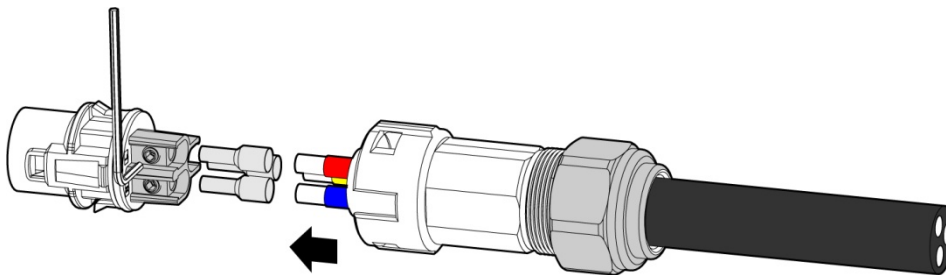

Figura3-25 Conecte o fio de saída CA
- Etapa 3** Solte a porca do corpo do conector de CA, puxe o fio de saída de CA pelo corpo do conector de CA e crimpe o fio desencapado L, N e PE nos terminais de tubo fornecidos, conecte-os ao terminal de fiação correspondente do conector de CA e fixe o fio de saída de CA com chave hexagonal, insira o terminal de fiação do conector de CA ao corpo do conector de CA e, depois, fixe a porca do corpo do conector de CA (como exibido na Figura3-25).